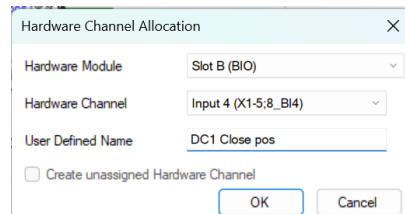

Imagen 91_Conexiones finales para la entrada POSCLOSE del bloque DCXSWI1.
2.2.13 Conectamos la entrada “POSCLOSE” seleccionando “POSCLOSE” con clic derecho y después seleccionamos “Connect - Hardware Channel” y al igual que bloque anterior se le cambiará el nombre en la ventana que nos aparece como “DC1 Close pos” y cambiamos el canal por el de “Input 4”, como podemos apreciar en la **Imagen 91**.